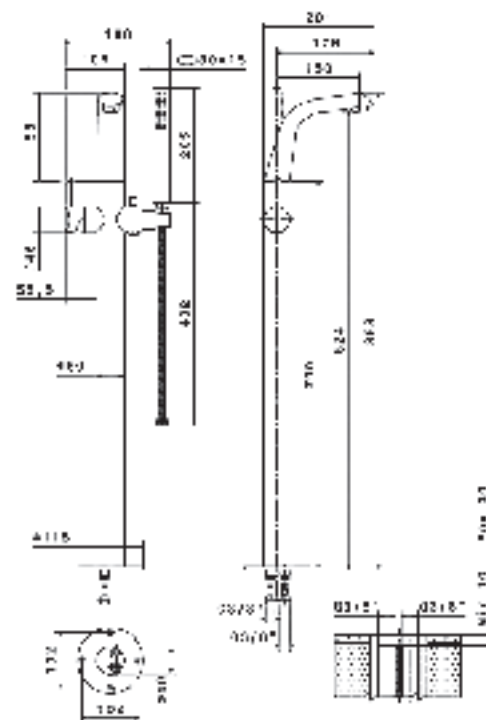

Abb.1
1. Wählen Sie die Montagestelle der Mischbatterie und suchen Sie Wasserleitungen für Warm-/Kaltwasser aus, siehe Abb. 1.